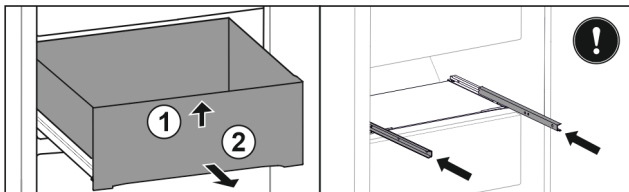

Fig. 36
- ▶ Lade aan de voorkant optillen. Fig. 36 (1)
- ▶ Lade naar voren toe verwijderen. Fig. 36 (2)